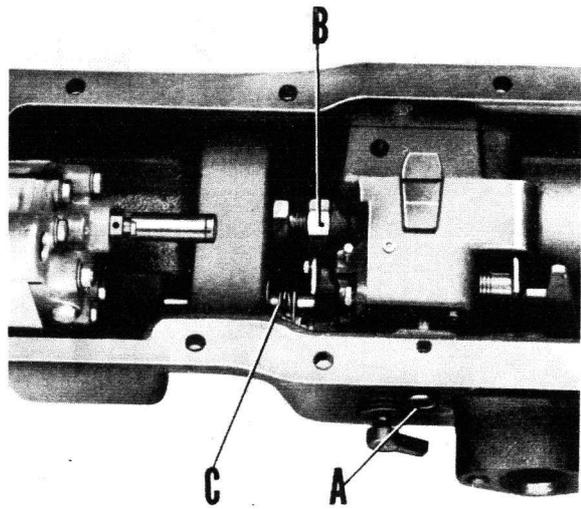

Fig. 7
- 5° Desserrer le collier (C, fig. 7) de maintien du tube de transfert et dégager celui-ci du vérin en le poussant vers l'arrière (du fait des joints toriques montés sur le tube, il est éprouvé une certaine résistance lors de son déplacement).
- 7° Dans le cas où le tracteur est équipé d'un refroidisseur d'huile (pays chauds), dévisser le bouchon A, fig 7 et extraire l'ensemble de valve by-pass.
11° Desserrer la vis de butée du vérin B, fig. 7.
- 7° Mettre le vérin en butée vers l'avant par l'intermédiaire de la vis prévue à cet effet, et bloquer le contre-écrou B, fig. 7.